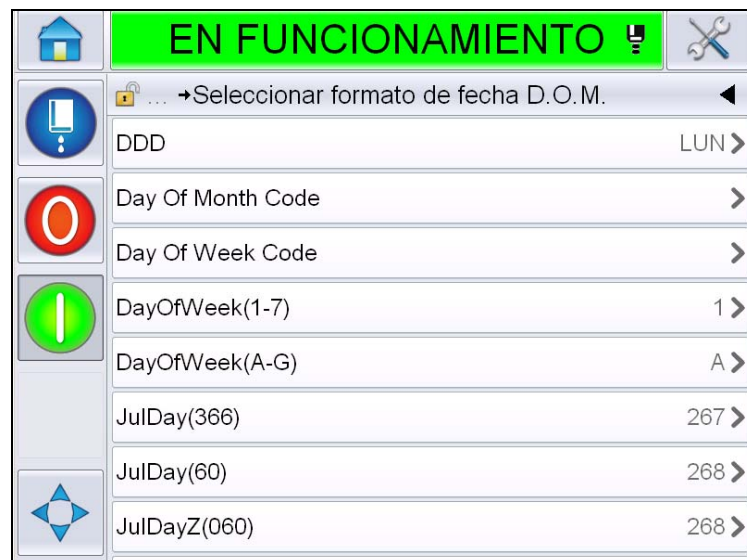

Figura 5-27: Página Date Format (Formato de fecha)
- 6 Seleccione el prefijo de fecha requerido. Muestra la página requerida *Date Format* (Formato de fecha) (Figura 5-27). Si desea obtener más información sobre los formatos de fecha, consulte Tabla 5-13 en la página 5-46.